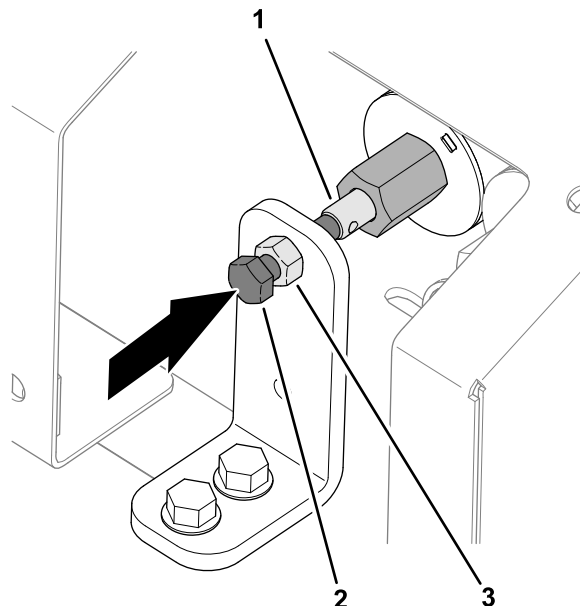

Figura 35
1. Desaperte a porca de retenção no suporte de sobreposição manual (Figura 35).
2. Rode o parafuso de cabeça sextavada da sobreposição da válvula no sentido dos ponteiros do relógio para aumentar a velocidade de deslocação (Figura 35).